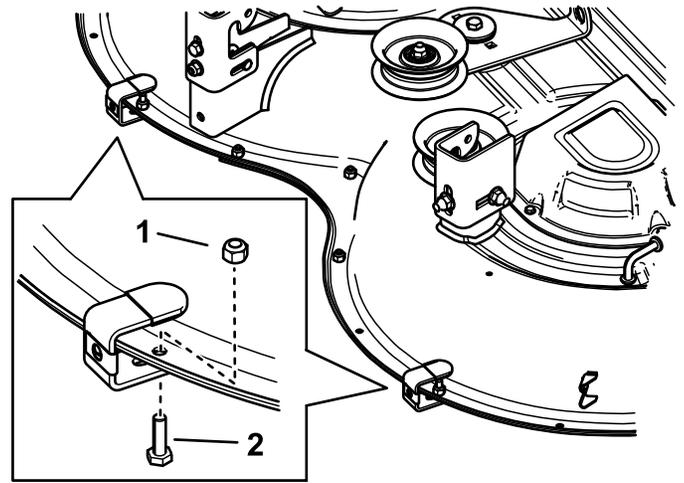

**Bild 1**
2. Befestigen Sie eine Kappe und Blechmutter an jeder Befestigungshalterung (**Bild 1**).